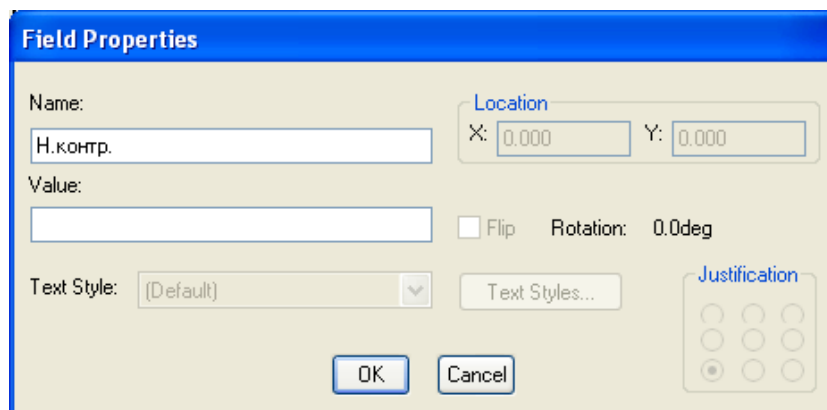

Рисунок 5.4 - Задание имени нового поля
- На панели **Field Properties** (свойства поля) (см. *рис. 5.4*) в окне **Name** (имя) напечатать **Н. контр**. Окно **Value** (значение) оставить пустым.
¹¹ Текущий стиль текста в списке стилей отмечается символом «*» (звездочка) и его название указывается в строке **Current Text Style** в верхней части панели **Current Text Style** (см. *рис. 5.4*).